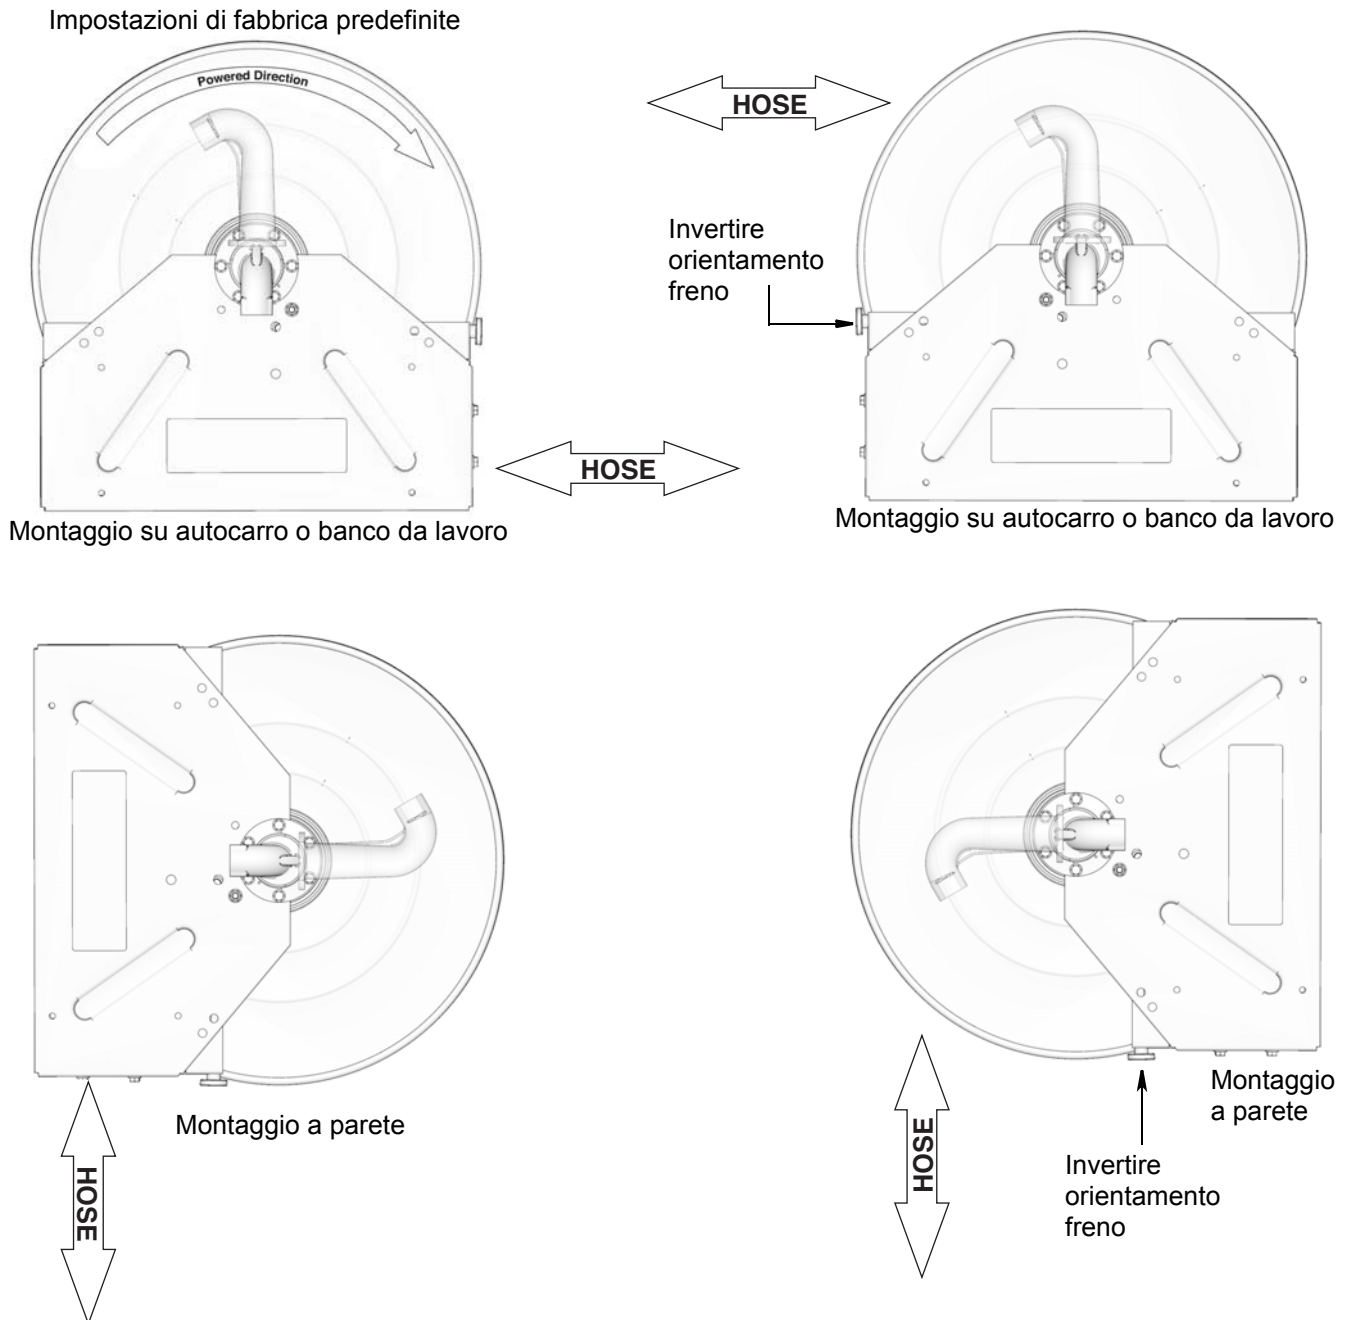
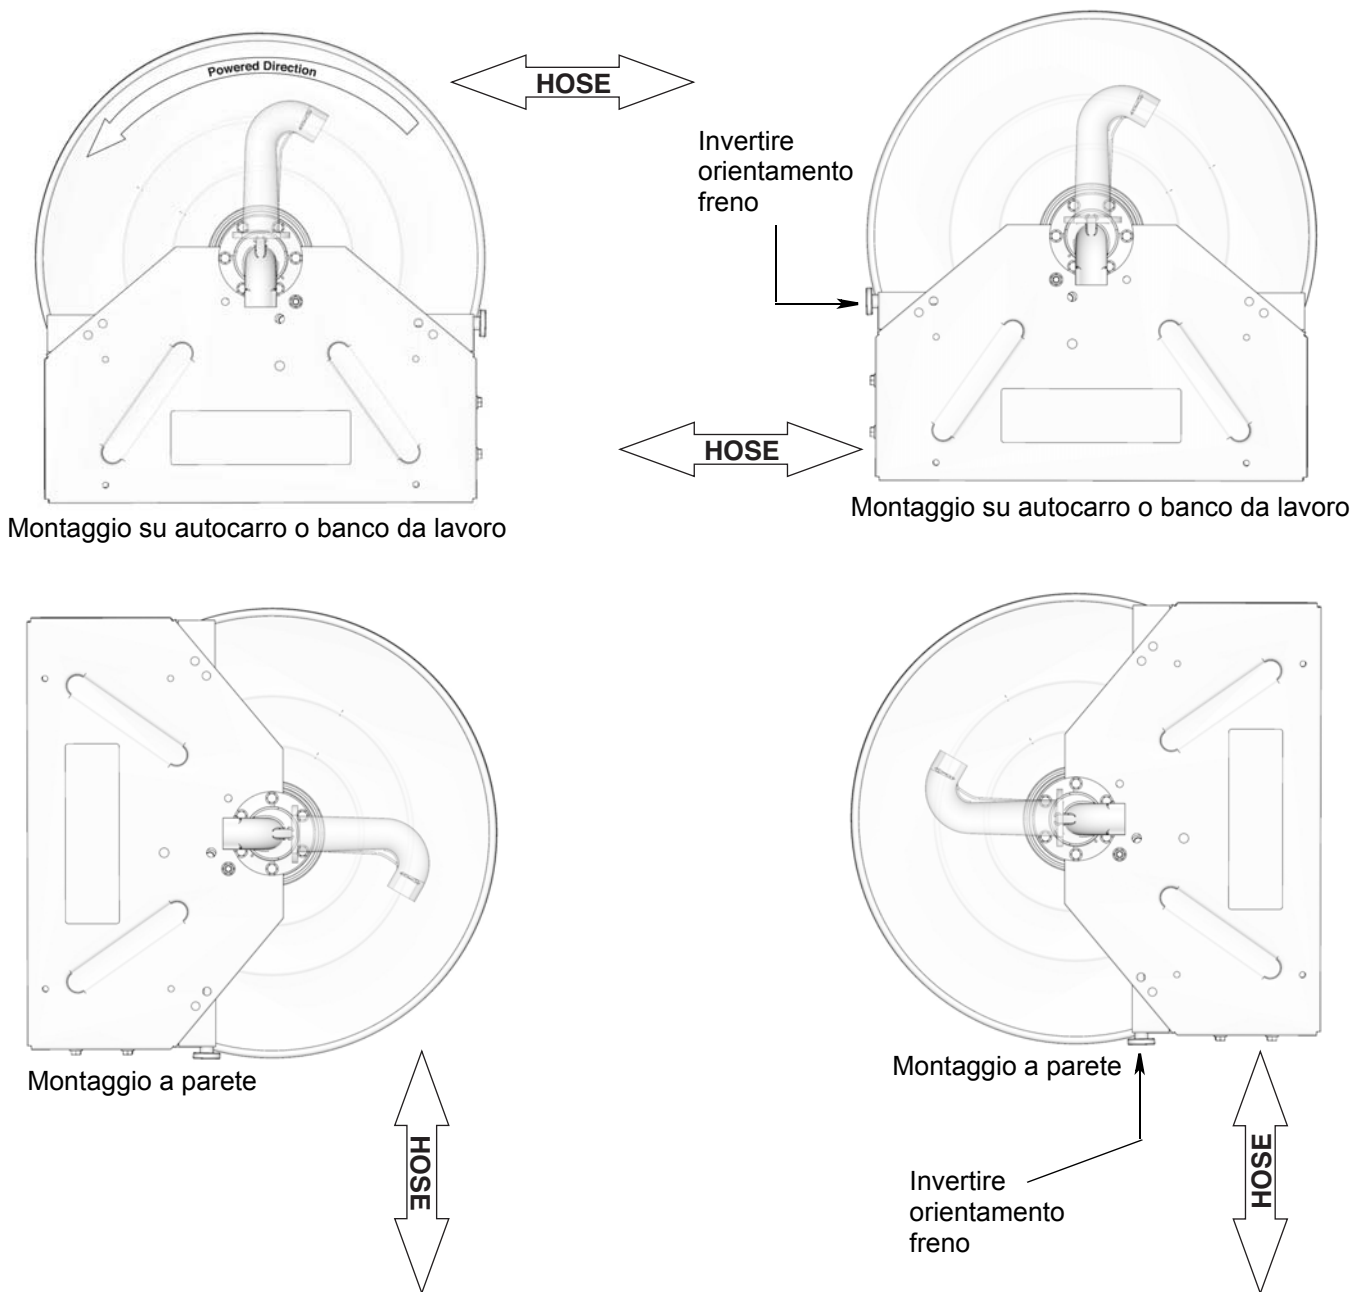

FIG. 22: Lato ingresso mostrato
FIG. 23: Lato ingresso mostrato
L'orientamento dell'uscita (17) e la rotazione del motore (26) possono essere modificati come mostrato in FIG. 22-FIG. 23.
Nelle configurazioni in FIG. 22 il motore alimentato ruota in senso antiorario se visto dal lato motore della bobina. Tutte e quattro le configurazioni mostrate in FIG. 22 sono caratterizzate dalla rotazione del motore e dall'orientamento dell'uscita standard di fabbrica.
Nelle configurazioni in FIG. 23 il motore alimentato ruota in senso orario se visto dal lato motore della bobina. Tutte e quattro le configurazioni mostrate in FIG. 23 richiedono l'inversione della rotazione del motore (26) e l'inversione dell'uscita (17).
3. Determinare l'orientamento corretto per l'uscita (17) nell'area di installazione. Consultare Orientamento dell'uscita e rotazione del motore, FIG. 22, pagina 29 e FIG. 23, pagina 30.